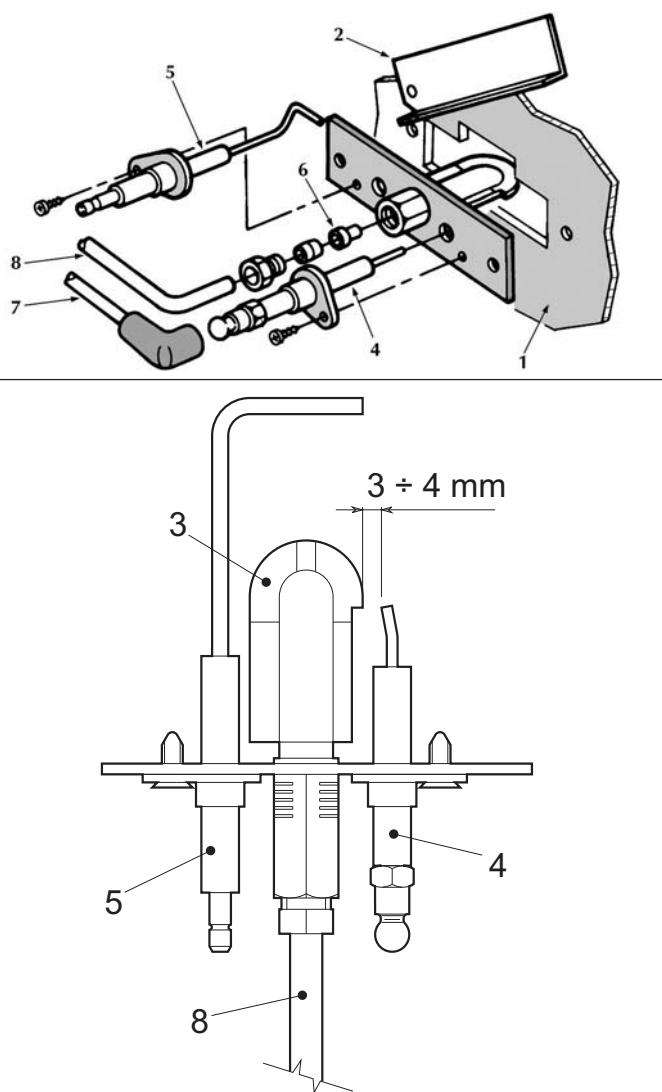

fig. 10 - Пилотная горелка
- Электроды не должны иметь накипи и быть правильно установленными (см. рис. 10).
Отсутствие искры между электродами	Проверьте правильность позиционирования электродов и отсутствие на них повреждений или отложений, проверьте также правильность искры (смогреть рис. 10)